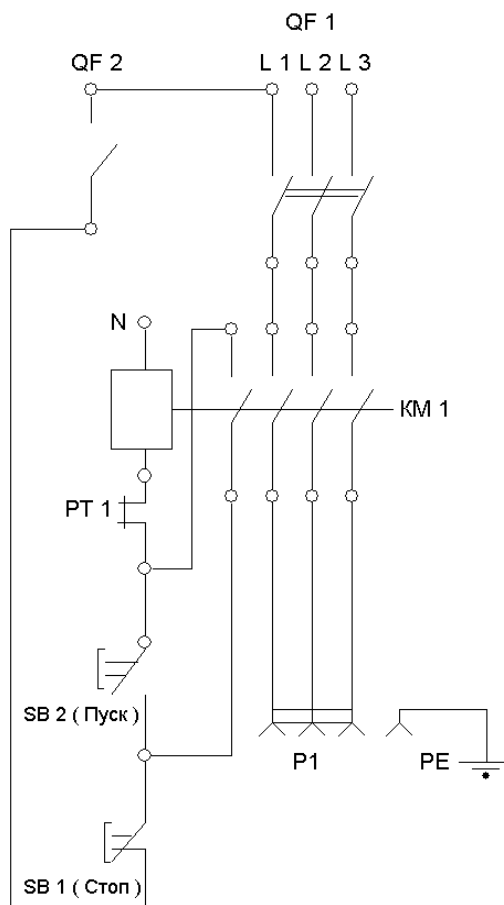

Рис. 10 Принципиальная электрическая схема подключения изделия
- Подключить шину заземления к болту заземления (10) двигателя мотор-редуктора;
- Подключить электродвигатель мотор-редуктора к трехфазной сети переменного тока частотой 50 Гц, напряжением 380 В с глухо заземленной нейтралью через устройство защитного отключения. Подключение изделия к электросети необходимо выполнять согласно схеме, представленной на Рис. 10. Электротехнические комплектующие сборки шкафа управления подбираются исходя из мощности электродвигателя, которым комплектуется изделие. Использование любых альтернативных схем подключения, в том числе с применением преобразователя частоты электрического тока, допускается только после согласования с заводом изготовителем;